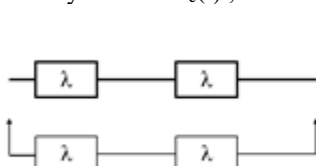

Рисунок 1
**Задача 1.** Система состоит из двух одинаковых элементов. Для повышения ее надежности конструктор предложил дублирование системы по способу замещения с ненагруженным состоянием резерва (рисунок 1). Интенсивность отказов элемента равна  $\lambda$ . Требуется определить вероятность безотказной работы системы  $P_c(t)$ , среднее время безотказной работы  $m_{tc}$ , частоту отказов  $f_c(t)$ , интенсивность отказов  $\lambda_c(t)$ .